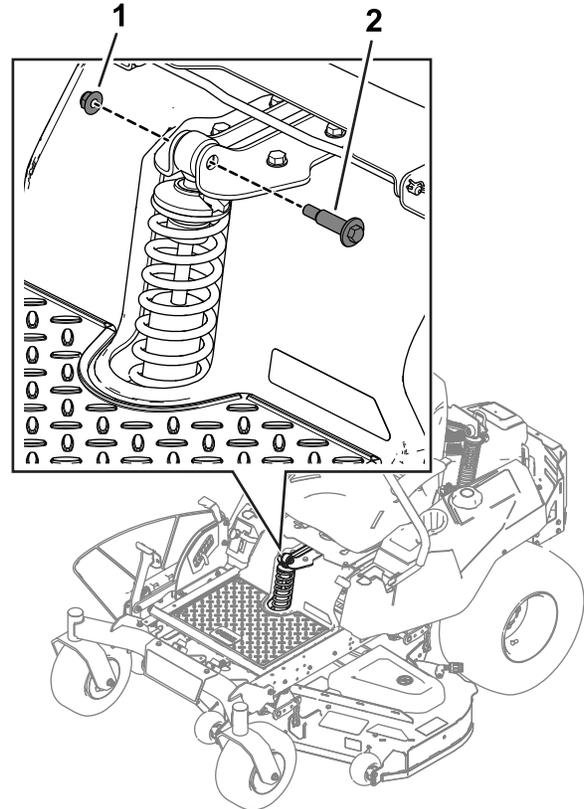

Figure 3
A. Retirez le boulon et l'écrou de l'amortisseur avant (Figure 3); conservez les fixations.
- B. Remettez le boulon et l'écrou retirés précédemment de l'amortisseur avant; voir Figure 3.